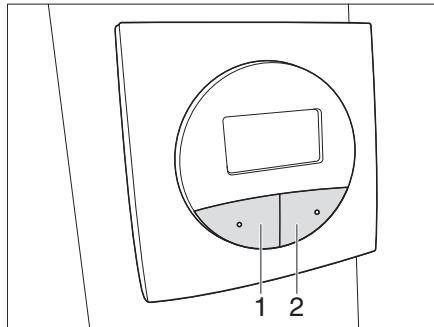

Fig. 39 Panneau antenne parabolique Teleco
- Appuyer **deux fois** sur la touche SAT (Fig. 39,2).
- Appuyer sur la touche PARK (Fig. 39,1).